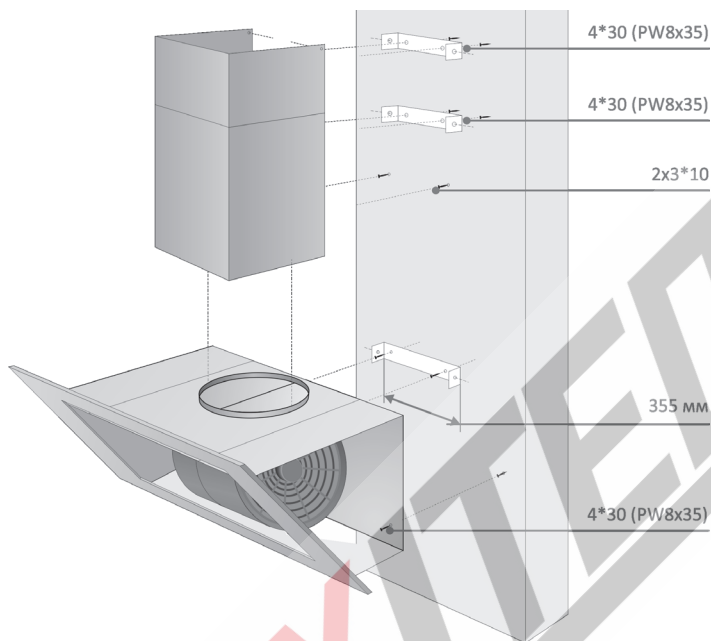

Рис. 8 Схема монтажа вытяжки
При навешивании наклонной вытяжки, перед установкой необходимо дополнительно 4 отверстия диаметром 8 мм, чтобы закрепить кронштейн болтами и дюбелями, идущими в комплекте. (Рис. 8)
2. Просверлите отверстия по отметкам (8*40 мм). Вставьте дюбеля. Поставьте изделия и зафиксируйте саморезами (4*30 мм). (Рис.8)